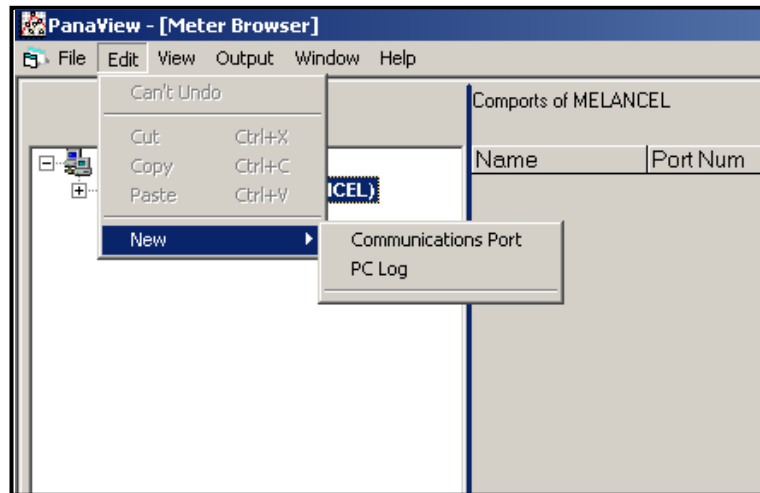

Figura 32: Menu Edit (Editar)
4. Clique na opção de menu *New* (Novo) para selecioná-la. Um submenu será aberto com duas opções (veja a *Figura 32* abaixo).